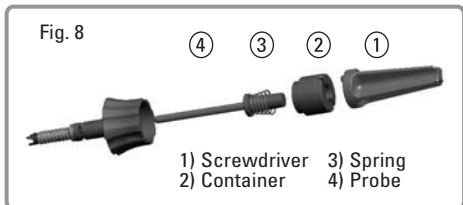

Fig. 8
- **Nunca utilizar o SinCrest sem ter certeza que todos os seus componentes tenham sido montados correctamente (ver fig. 8)**